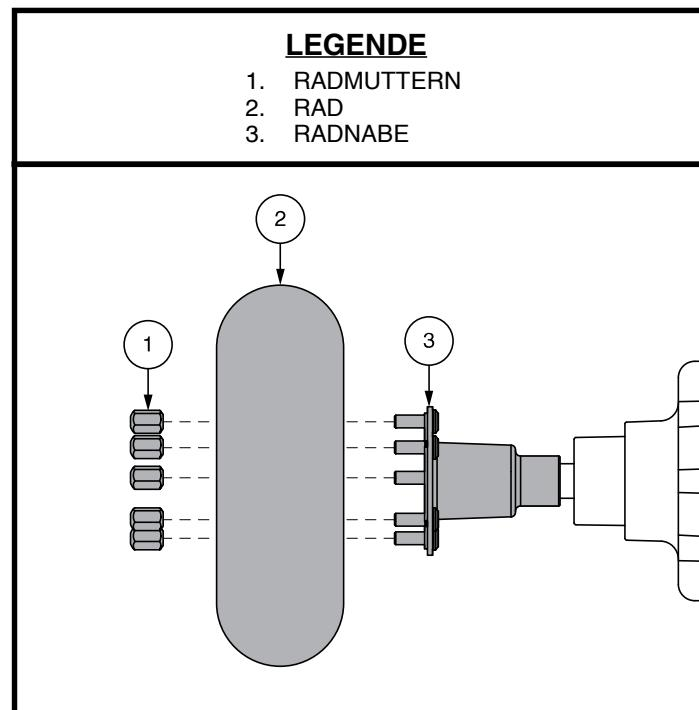

Abb. 27. Reifenradenthebung
4. Entfernen Sie die Radmuttern Antriebsrades von der Radnabe. Siehe Abb. 27.